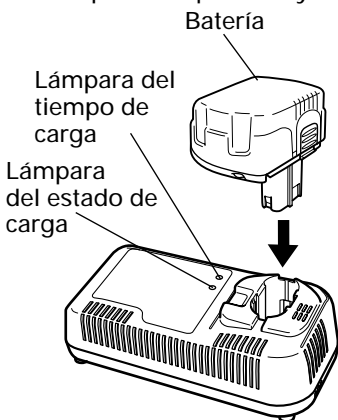

Fig. 7
2. Inserte la batería en el cargador de baterías. Inserte la batería en el cargador de baterías como se muestra en la Fig. 7. Cerciérese de que haya quedado en contacto con la base del cargador de baterías.